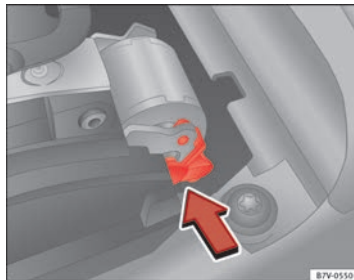

Abb. 198 Wählhebelsperre notentriegeln.
- Entriegelungshebel ⇒ Abb. 198 in Pfeilrichtung drücken und in dieser Position halten.